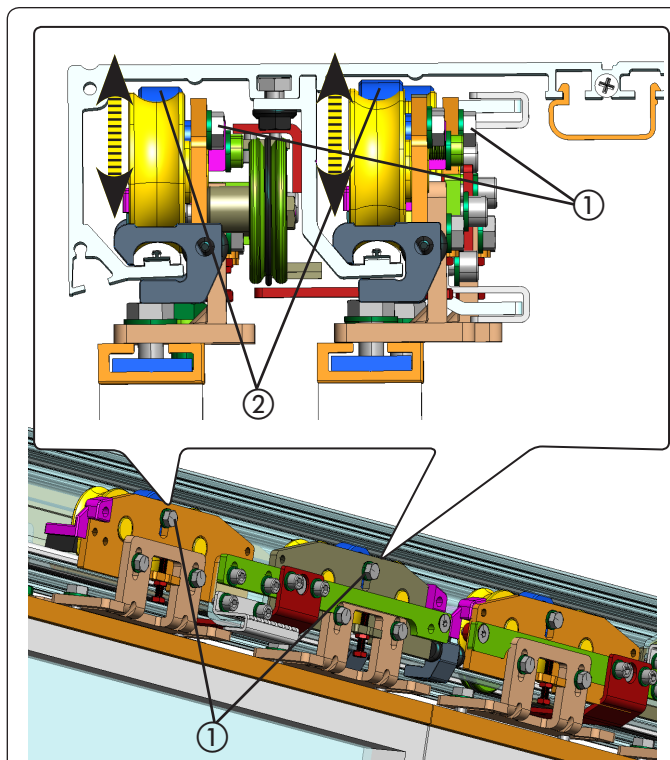

fig. 33
- Draai de cilinderkopschroef los M6 (fig. 33 ref. ①).
- Stel de wielsteun zo in de hoogte af dat het wiel zo dicht mogelijk bij het basisprofiel komt zonder het te raken (fig. 33 ref. ②).
- Draai zodra de hoogte is afgesteld de cilinderkopschroef vast M6 (fig. 33 ref. ①).